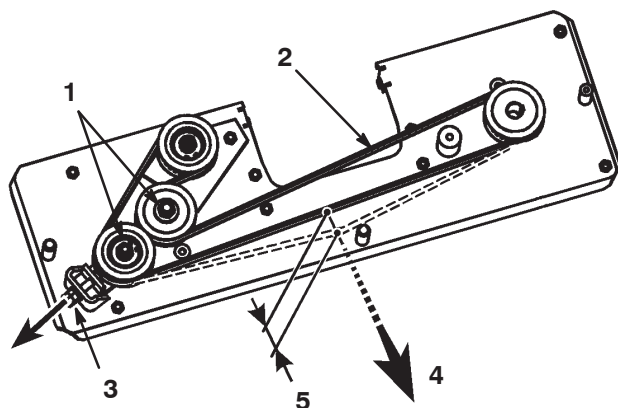

Bild 40
4. Lösen Sie die zwei Sechskantmutter auf der Antriebsscheibe (Bild 40).
5. Stellen Sie die M10-Mutter so ein, dass sich der Riemen 5 mm mit einer Spannung von 30 N bewegt (Bild 40).